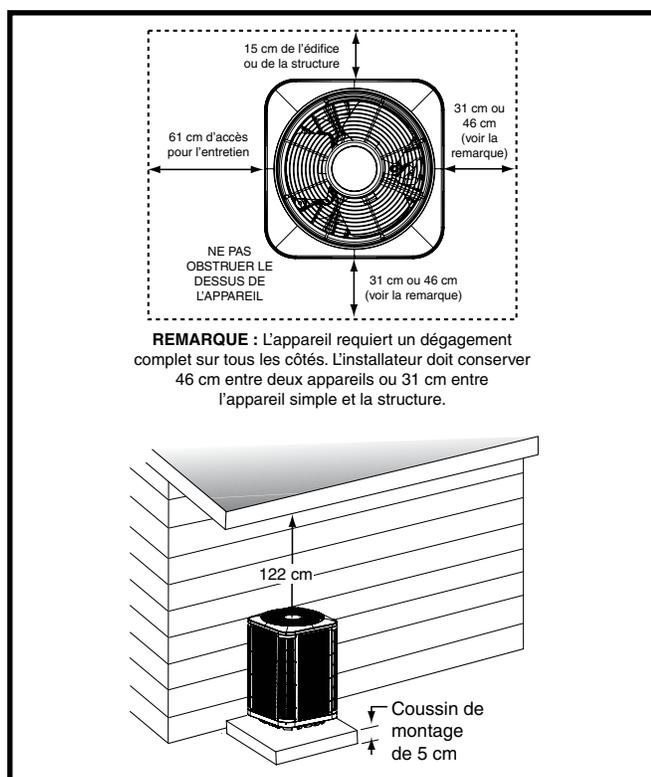

Figure 1. Dégageements requis
- Les obstacles aériens, les zones mal aérées et les zones propices à l'accumulation de débris sont à proscrire. Consultez la Figure 1.
- Un dégagement suffisant pour permettre à l'air de circuler sans obstruction à travers le serpentin extérieur doit être maintenu pour obtenir le rendement nominal. Voyez la Figure 1 pour les exigences relatives au dégagement minimal.
- Les dégagements doivent respecter ceux qui sont illustrés à la Figure 1.
- Une dalle de montage adéquate doit être installée et séparée de la fondation de l'édifice. La dalle doit être au niveau et assez résistante pour supporter le poids de l'appareil. La dalle doit être à au moins 5 cm au-dessus du sol et offrir un drainage adéquat. Consultez la Figure 1.